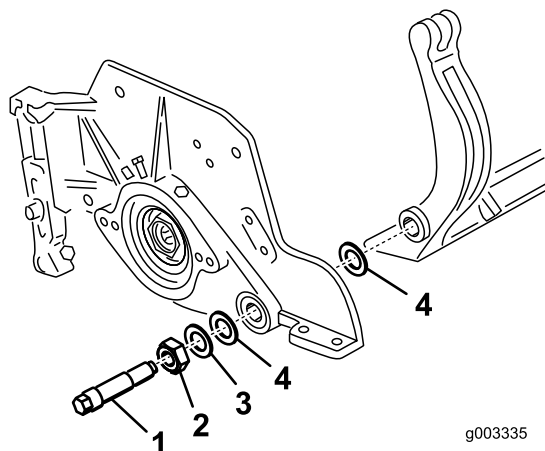
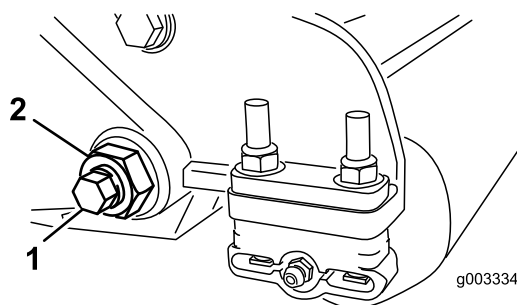

図 30
図 29
- ベッドバーボルト(図 29)を固定しているロックナット機体両側をゆるめる。
- 各ベッドバーボルトを抜いて、ベッドバーを下に引き抜いて外す(図 29)。ベッドバーの両端にナイロンワッシャとスチールワッシャが枚ずつあるので注意する(図 30)。
- ベッドバー・ボルトとボルトについているナットとワッシャ6枚で、ベッドバーを各サイドプレートに固定する。ナイロンワッシャはサイドプレートの両側のボスに嵌め込む。その外側からスチール製ワッシャを取り付ける(図 30)。ベッドバーボルトを 27-36 N・m (2.8-3.7 kg・m = 240-320 in-lb) にトルク締めする。
- 外側のスチール製ワッシャが手で回せなくなるまで、左右のロックナットを均等に締め付ける。その位置から、スチール製ワッシャが手で回せるようになるが、ベッドバーとのあそびは全く無い状態までロックナットをゆるめる(図 30)。
びが完全になくなって外側のスチール製ワッシャが回らなくなるまでただし決して締めすぎになったりサイドプレートが変形したりしていないロックナットを締め付ける。内側のワッシャには遊びがあってよい 図 30。